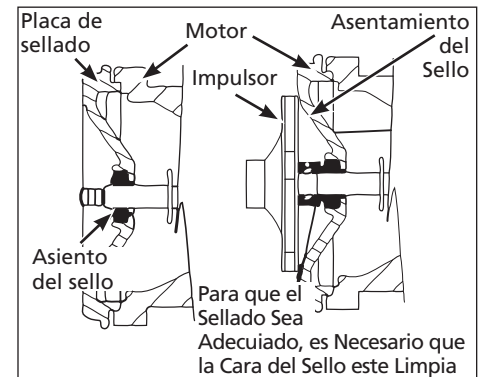

Figura 12 - Eje del Motor
4. Coloque el impulsor en el eje y ajústelo bien (Figura 12).